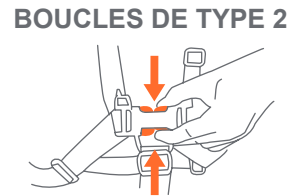

Fig. 16
- 16)** • Pour libérer la ceinture, appliquer une pression aux deux côtés de chaque boucle male jusqu'à ce que la boucle soit libérée (Fig. 16).